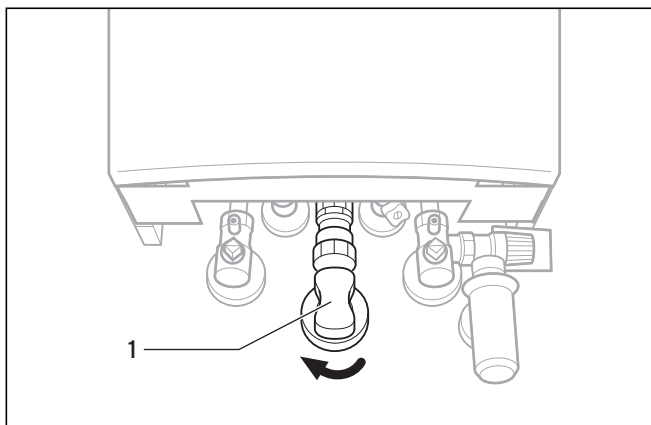

Fig. 2.1 Luk gasafspærringshanen (VC 146 og VC 276); Eksempel: Skjult installation
- Luk gasafspærringshanen (1, fig. 2.1, 2.2) på enheden!